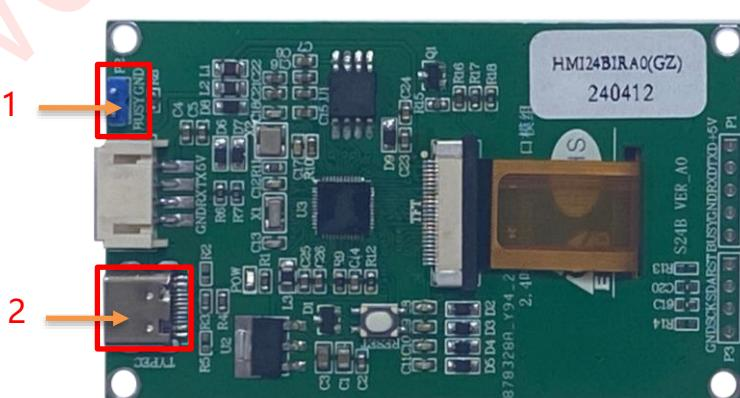

图 2-6：LT168A 接线示意图
1、接线说明，如前面图 2-6 所示，进行烧录前，先将标注 1 处的 BUSY 和 GND 进行连接，然后通过标注 2 处 USB 口连接电脑供电和通信。